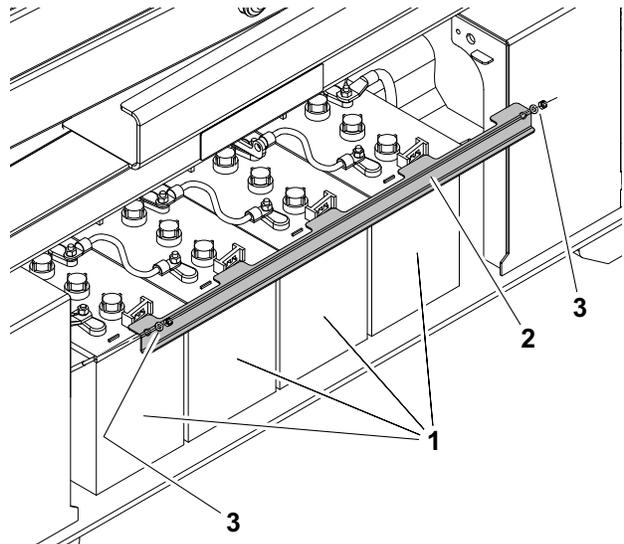

图 3-2. 蓄电池位置和压制杆 (所有型号)
3. 从机器上拆除一个或多个蓄电池，蓄电池压制杆也需要拆除。(请参见图 3-2.)
4. 从压制杆的两端的压制簧片上拆除 (2) 螺母和垫圈。拆除压制杆并放在一旁。